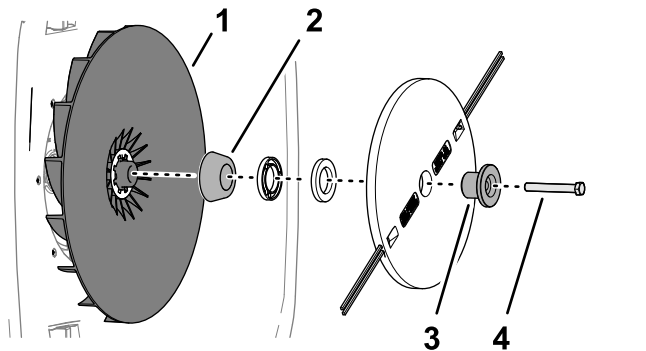

图 30
1. 使用螺栓将卡环、剪草刀盘、垫片和锥形垫片组装至叶轮图 30